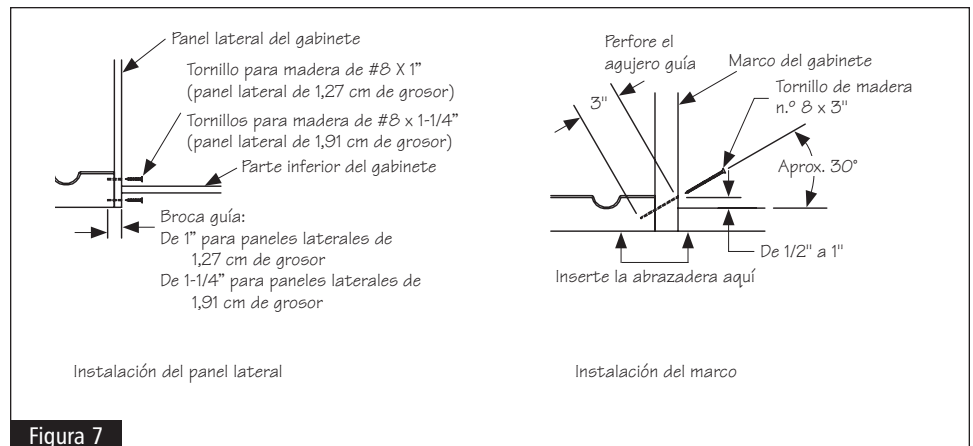

Figura 7
- 5** Coloque la unidad o unidades en los lugares deseados. Si va a instalar las unidades a los marcos del gabinete, puede usar abrazaderas de madera para asegurar la unidad frontal a éstos a fin de garantizar que ésta quede alineada con dichos marcos. Desde el interior de los gabinetes adyacentes, haga agujeros guía en los extremos de las unidades. Para instalar las unidades a los paneles laterales, use los agujeros guía perforados en el paso 4 como guías. Vea la figura 7.